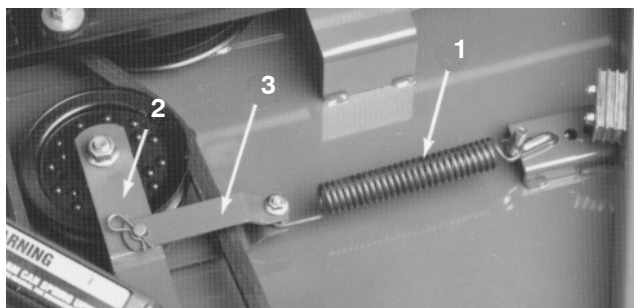

Fig. 21
2. Haka loss fjädern från mellandrevsarmens fäste för att minska remspänningen (fig. 21). Ta bort saxpinnen och sprintbulten som håller fast mellandrevsarmens fäste på mellandrevsarmen.
7. Montera mellandrevsarmens fäste på mellandrevsarmen med saxpinnen och sprintbulten (fig. 21). Haka fast fjädern på mellandrevsarmens fäste. För att drivremmen säkert ska vara rätt spänd ska du sträcka ut fjäderns längd till cirka 18 cm. Flytta fjäderstången till ett nytt monteringshål, längre bort från remmen, om fjädern inte sträcks ut så långt.